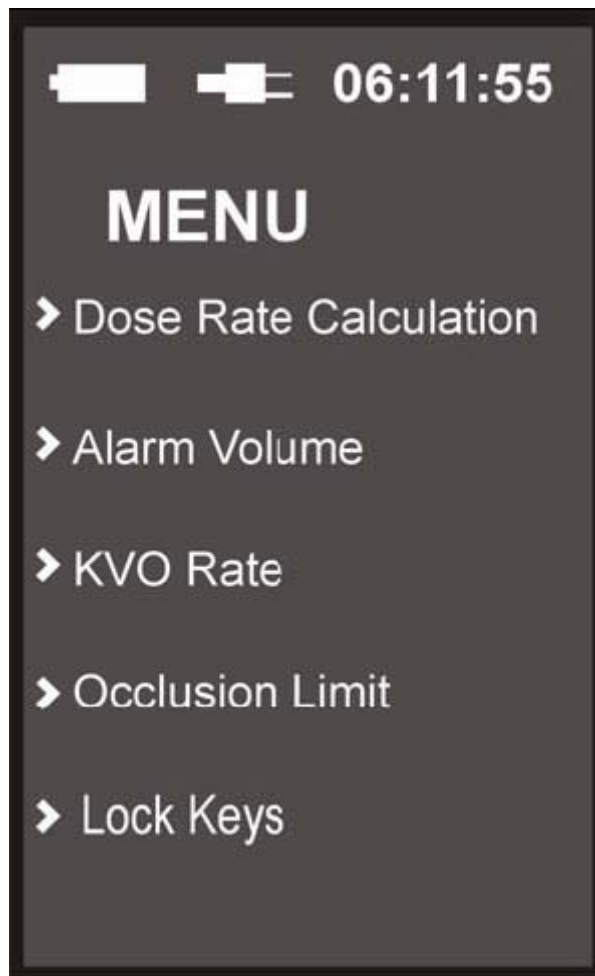

Figura 1-7. Menù caratteristiche speciali
1.3.6 Menu Caratteristiche Speciali. Premendo il bottone designato dalla voce “MENU” si attiva il menù delle caratteristiche speciali (**Veda Figura 1-7**) che offre all'operatore la possibilità di calcolare il rateo di dose, impostare il volume sonoro degli allarmi, impostare il valore KVO ed impostare la pressione per il limite di occlusione.